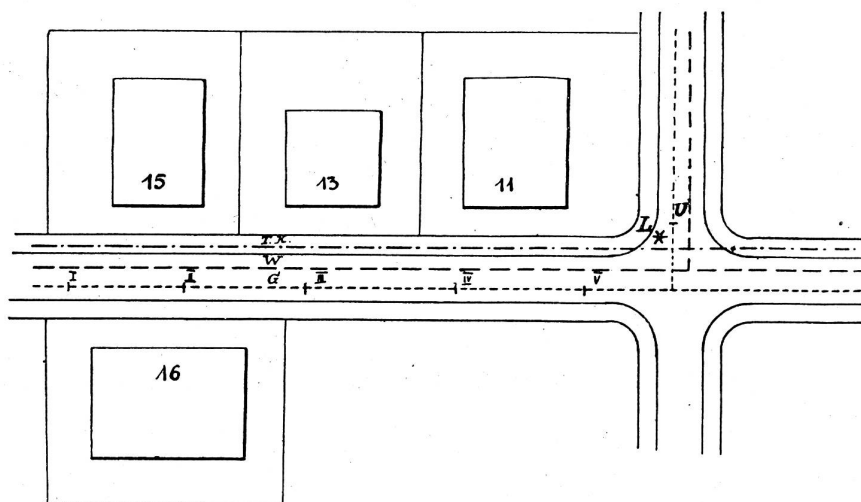

Fig. 6.
b) Gasverlust bei gefrorenem Boden. Vielfach ereignen sich Gasrohrbrüche bei gefrorenem Straßenboden; daß die Auffindung manchmal ganz erhebliche Schwierigkeiten verursacht, lehrt nachstehender Fall: (Fig. 6).